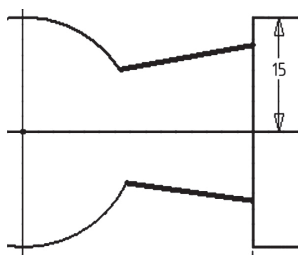

Рис. 11
- Геометрическую зависимость «Совмещение» накладываем на свободные концы *отрезков* и соответствующие *дуги* (рис. 11).